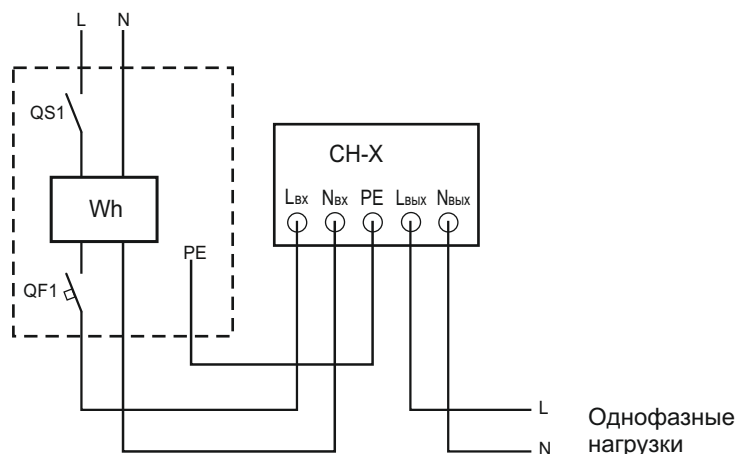

Рис. 2 Схема включения стабилизатора СН-Х в однофазную сеть
1.3.2 Для однофазной сети используется один стабилизатор (рис. 2), для трехфазной сети необходимо три стабилизатора, включенных по схеме «звезда» (рис.3).
*Запрещается производить подключение стабилизаторов к трехфазной сети по схемам, не указанным в настоящем паспорте (рис. 2, 3) или не согласованных с изготовителем.*
2.2.5 Произвести подключение входных и выходных проводов сечением не менее указанного в таблице 1 согласно маркировке около клеммной колодки или по схемам (рис. 2, 3):